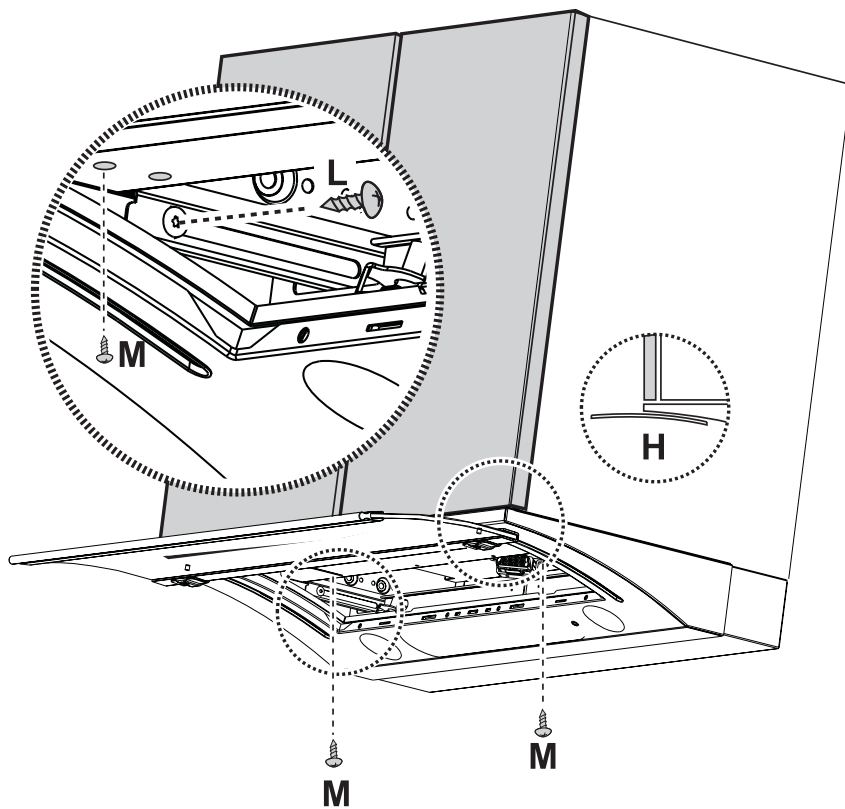

Fig. 7
7. Regel de cassette zodanig dat de voorkant met de keukenkast is uitgelijnd (**H** - Afb. 7). Bevestig de cassette daarna met 2 schroeven (één per zijde - **L** - Afb. 7 - Om deze schroeven te plaatsen moet het filterrooster verwijderd worden en moeten de schroeven op de inzetstukken op de rails van de mantel vastgedraaid worden).
8. Bevestig de cassette aan de keukenkast (Afb. 7) met de 2 schroeven **M**. Gebruik daarbij twee van de 4 beschikbare gaten en controleer of de schroeven stevig in de keukenkast blijven zitten.